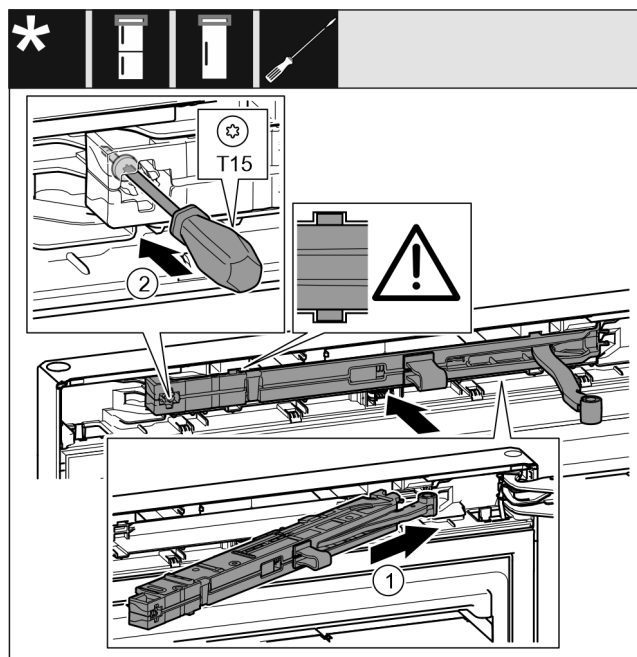

Fig. 24
- ▶ Côté support de palier, pousser l'unité d'amortissement de fermeture Fig. 24 (1) jusqu'en butée de biais dans l'évidement.
- ▶ Serrer la vis Fig. 24 (2) avec un tournevis.